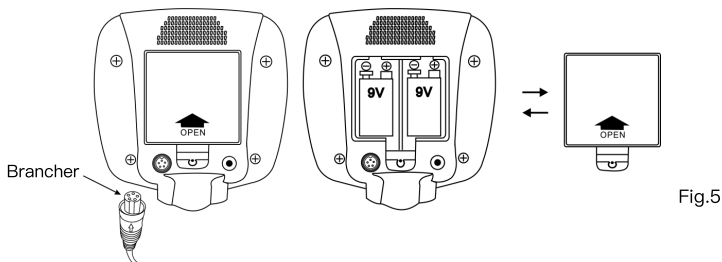

Fig.5
5. Enroulez le câble de la bobine de recherche autour de la tige en aluminium, élastiquement modérée, et ne la laissez pas osciller. Branchez le câble en bas à droite de la boîte de contrôle, visez la fente, branchez l'extrémité, et serrez la vis (Voir Fig.5). Note : ne tirez pas sur le câble, tirez sur la fiche.
Ouvrez le couvercle du boîtier de la batterie et installez la batterie en respectant la polarité indiquée dans le boîtier. Si vous n'avez pas l'intention d'utiliser le détecteur pendant une longue période, retirez la batterie du boîtier. (Voir Fig.5)